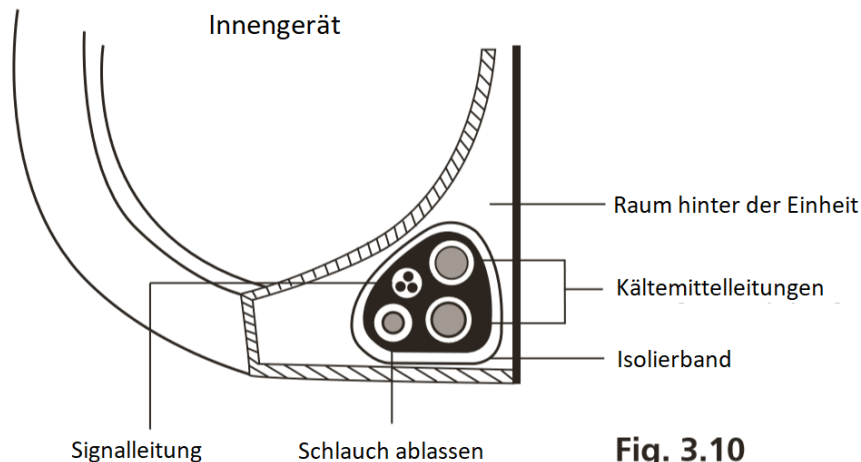

Fig. 3.10
1. Bündeln Sie den Ablaufschlauch, die Kältemittelleitungen und das Signalkabel gemäß Abb. 3.10.
3. Wickeln Sie den Signaldraht, die Kältemittelleitungen und den Ablaufschlauch mit Isolierband fest zusammen. Prüfen Sie nochmals, dass alle Artikel gemäß Abb. 3.10 gebündelt sind.